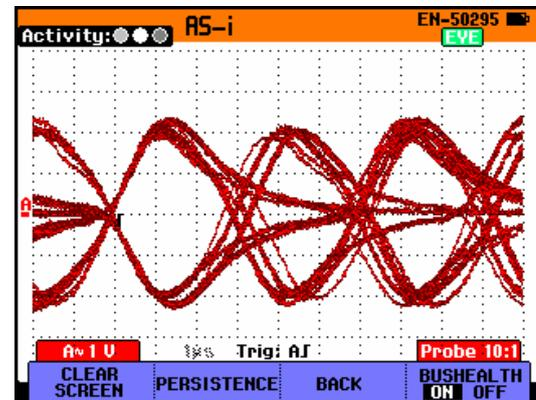

Abbildung 46. Anzeige Eye-Pattern
- 1  Wählen Sie in der Hauptanzeige den Eye-Pattern-Modus. Anschließend sehen Sie ein Bild wie in Abbildung 46.